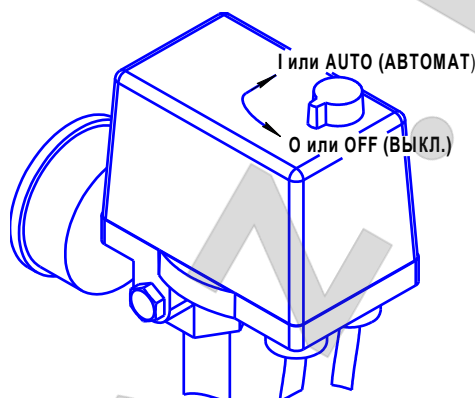

Рисунок 4
- 1 Проверьте, чтобы выключатель на маностате находился в выключенном положении "OFF" или "O", в зависимости от исполнения (см. рисунок 4).
- 1 Выключить компрессор выключателем на маностате. Для этого необходимо переключить выключатель в положение "OFF" или "O", в зависимости от исполнения (см. рисунок 4). После этого остановится электродвигатель и произойдет сброс давления из нагнетательного воздухопровода и поршневого блока.
маностате в положение OFF (см. рисунок 4), а затем включите компрессор переключив выключатель в положение "AUTO".